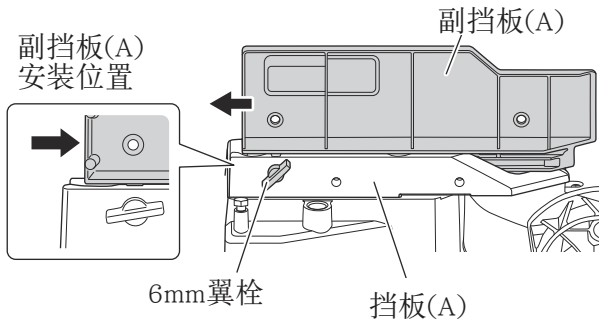

图12
2. 确认使用副挡板（A）（图12）
进行直接角度切割和左斜角切割时，向内滑动到副挡板（A）碰到的位置，并用6mm翼形螺栓固定。（如图12所示）